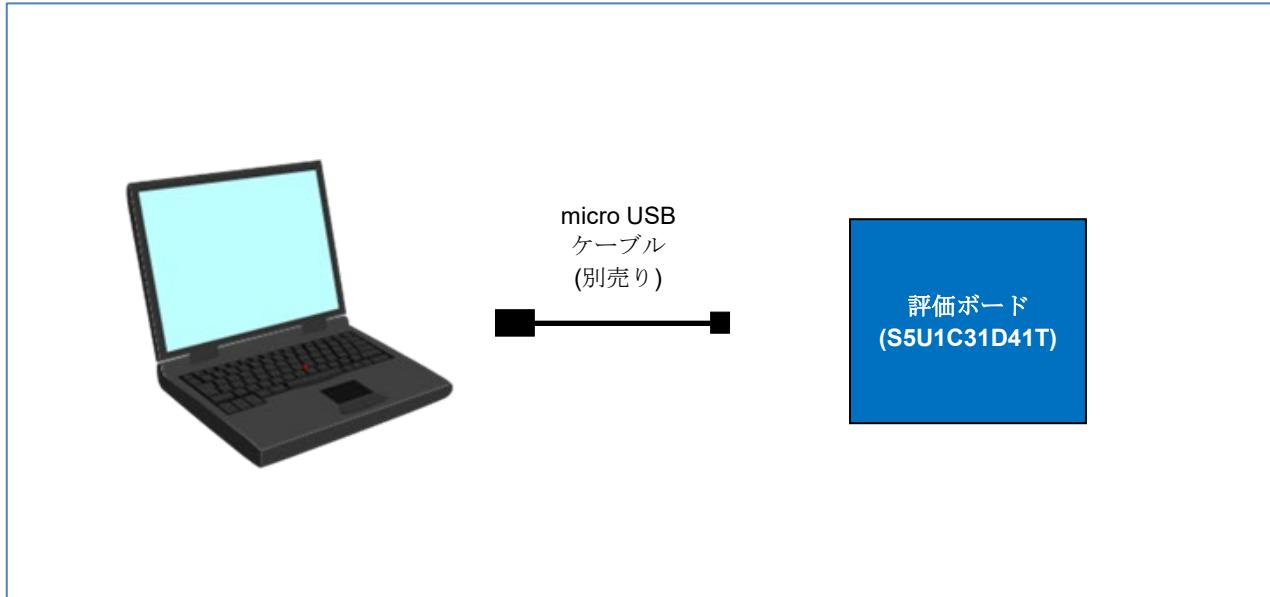

図 3.3.3.1 DAPLink を使用する場合のハードウェアの接続例^{*1,*2}
- (1) 市販の micro USB ケーブルを用意します。
- (2) micro USB ケーブルのタイプ B 側を S5U1C31D41T ボードの CN4 コネクタに接続します。
- (3) micro USB ケーブルのタイプ A 側を IAR Embedded Workbench または MDK-ARM をインストール済みの PC の USB ポートに接続します。接続すると、PC にデバイスドライバが自動で設定されます (図 3.3.3.1 参照)。
*1: 図 3.3.3.1 は、S5U1C31D41T ボードに搭載されているデバッグ機能(DAPLink)を使用して動作させた場合の例です。